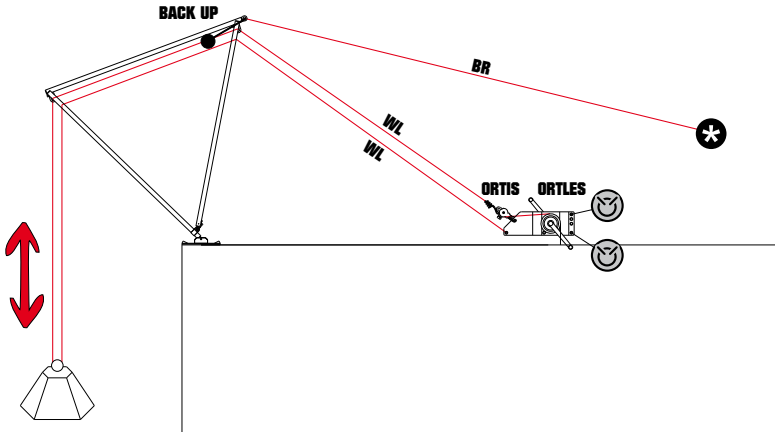
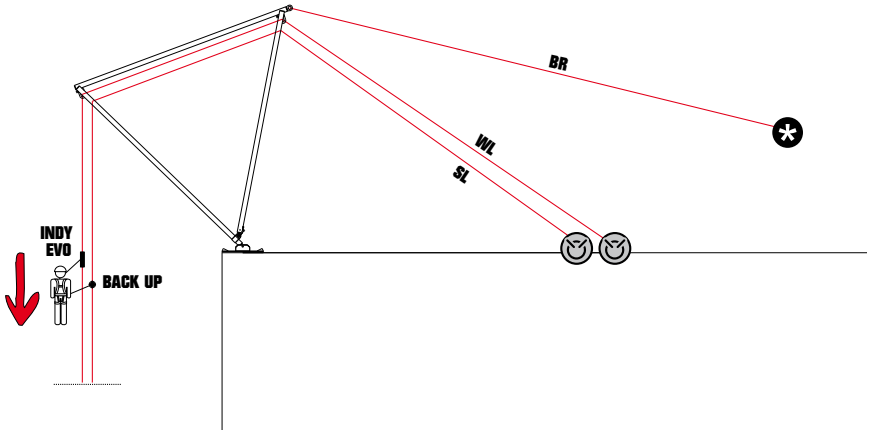

fig. 17
fig. 18
- descente (fig. 17) et remontée (fig. 18) sur corde,